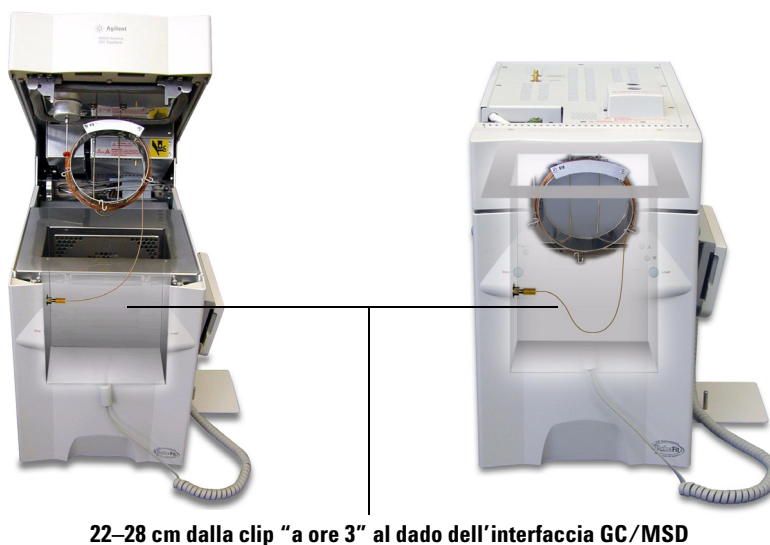

Figura 10 Sportello del forno aperto e chiuso.
- 4 Regolare la lunghezza della colonna dalla clip "a ore 3" al retro del dado della colonna d'interfaccia in modo che raggiunga i 22-28 cm. Vedere la Figura 10.